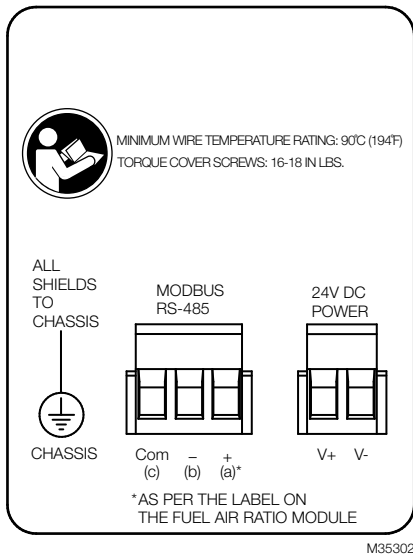

Abb. 4. Verkabelungsanschlüsse.
- Alle Abdeckschrauben sollten entsprechend dem angegebenen Drehmoment festgezogen werden. Vgl. Abb. 4.
Abb. 4 führt jeden Verkabelungsanschluss auf und Tabelle 2 zeigt den Signaltyp und die Funktion von jedem Anschluss.